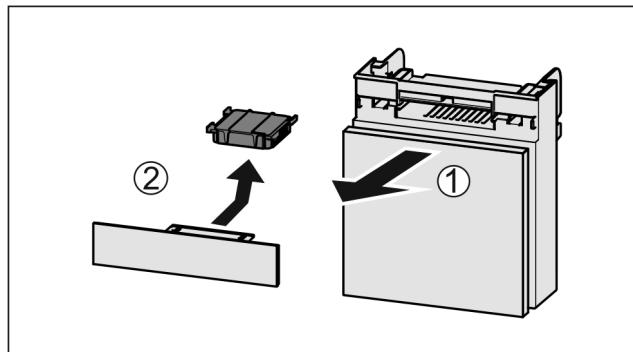

Fig. 200
- Потягніть Fig. 200 (1) відділення вперед.
- Витягнути Fig. 200 (2) фільтр з активованого вугілля.